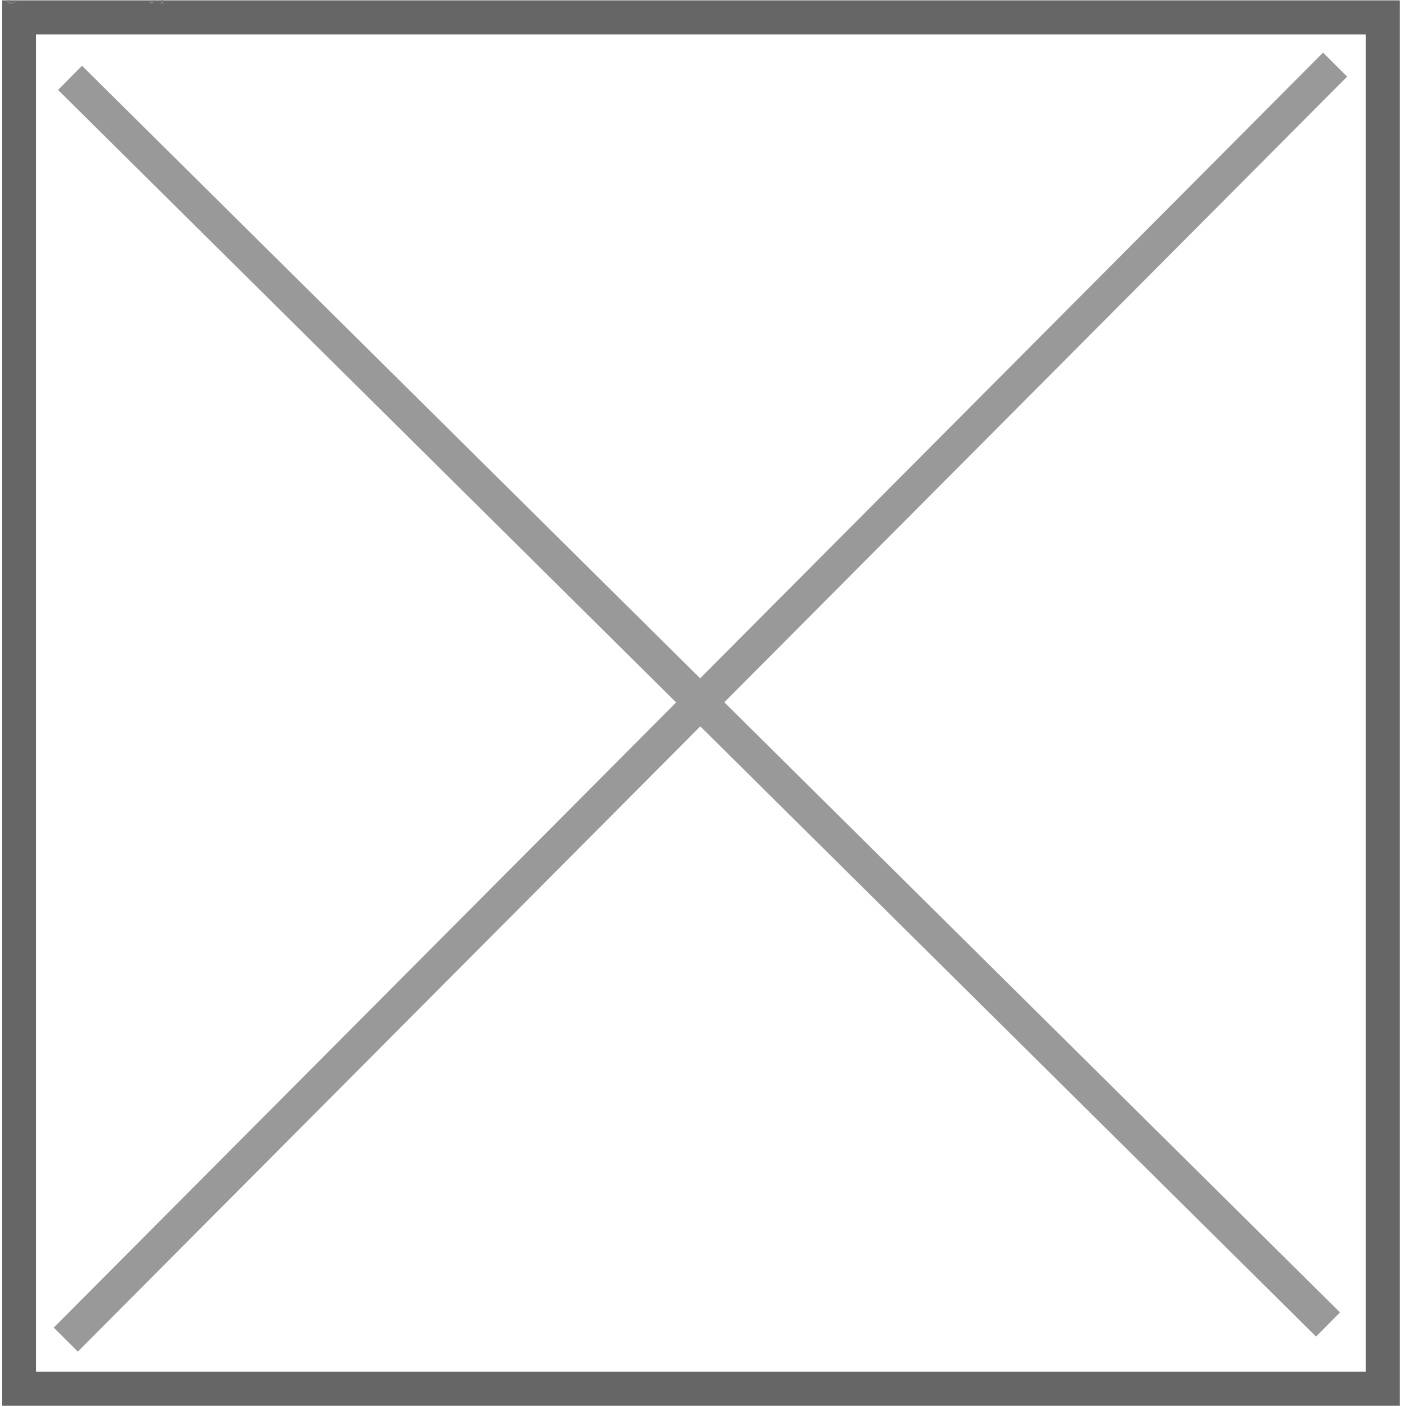

图4 数据解析
4、此时接收数据即可进行DBC解析，用户可以使用分类显示或者刷新显示查看。此时点击某个报文，下方解析框中将这帧包含的应用数据显示出来，如图4所示，ID为0x0CF0041A中第三